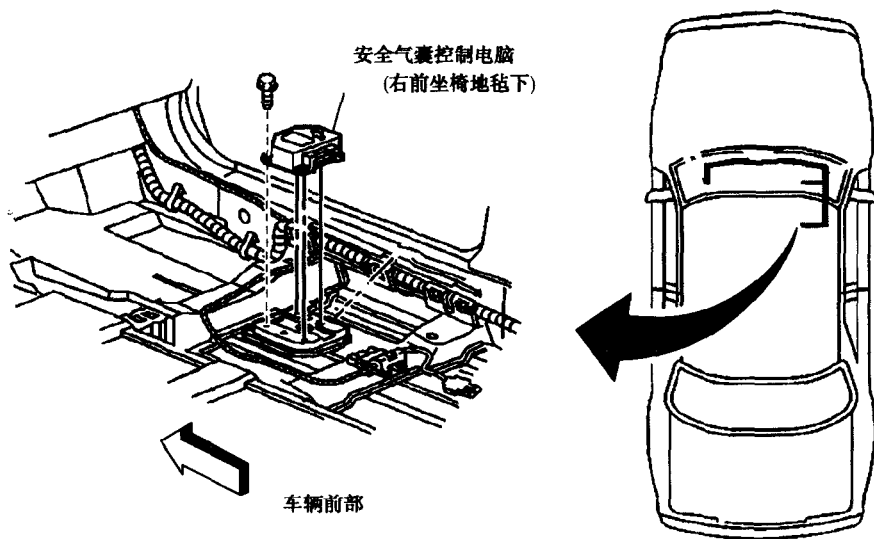
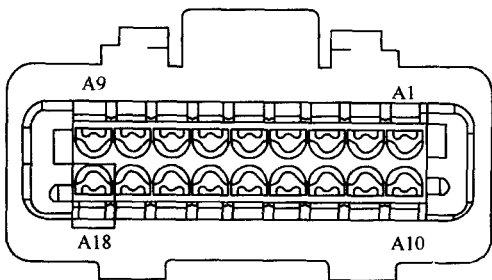

图 1-1-5 安全气囊控制电脑位置
图 1-1-6 安全气囊控制电脑针脚
1. 安全气囊控制电脑安装位置及针脚识别 (图 1-1-5、图 1-1-6)